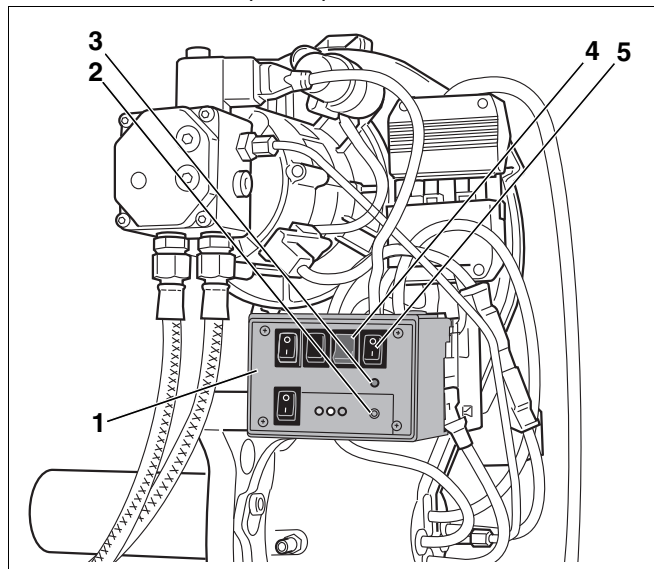

Рис. 15 Выпустить воздух из топливопровода с помощью прибора контроля горелки.
- Прибор контроля горелки (Рис. 15, поз. 1; дополнительная комплектация) – если всасывание топлива должно происходить через топливный насос, установленный на горелку
Далее описывается выпуск воздуха при помощи прибора контроля горелки (Рис. 15, поз. 1).
- Установить прибор контроля горелки (Рис. 15, поз. 1) на свободное место на цоколе.
- Включить систему управления пусковым выключателем. Горит светодиод (красный) (Рис. 15, поз. 2).
- Включить прибор контроля горелки пусковым выключателем (Рис. 15, поз. 5). Горят два светодиода (красный и зеленый) (Рис. 15, поз. 2 и 3).
- Включить переключатель для перемикаания подогревателя топлива (Рис. 15, поз. 4).